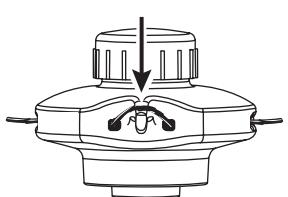

Fig. 19
5. Poussez le fil de la débroussailleuse derrière le crochet pour l'empêcher de se détacher en cours de fonctionnement (Fig. 19).